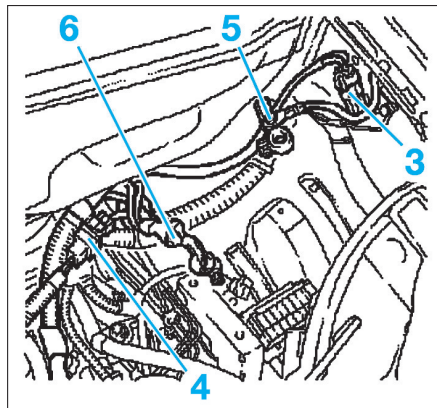

FIG. 95
- les 2 connecteurs (3) et (4) (Fig.95),
- le câble d'alimentation (5) de la borne positive de la batterie,
- le câble de masse (6) de la borne négative de la batterie,